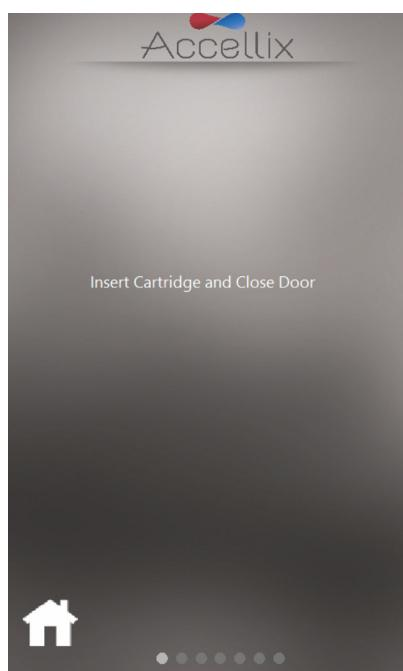

Figura 35: Pantalla de Introducir cartucho
Nota: A partir de este momento, el punto gris resaltado en la parte inferior de la pantalla muestra la etapa actual de la ejecución del ensayo. (Consulte la Figura 35).
4. Cuando el instrumento se lo indique (Figura 35), abra la puerta presionando hacia abajo la esquina delantera derecha con la muesca de la puerta y liberándola. A continuación, introduzca el cartucho en el instrumento empujándolo hacia abajo por el asa superior. Una vez introducido el cartucho, empuje el asa por el lado derecho un poco más, hasta que oiga y sienta un clic, asegurándose de que el cartucho se haya introducido completamente en la unidad de manejo de cartuchos (CHU) del instrumento.